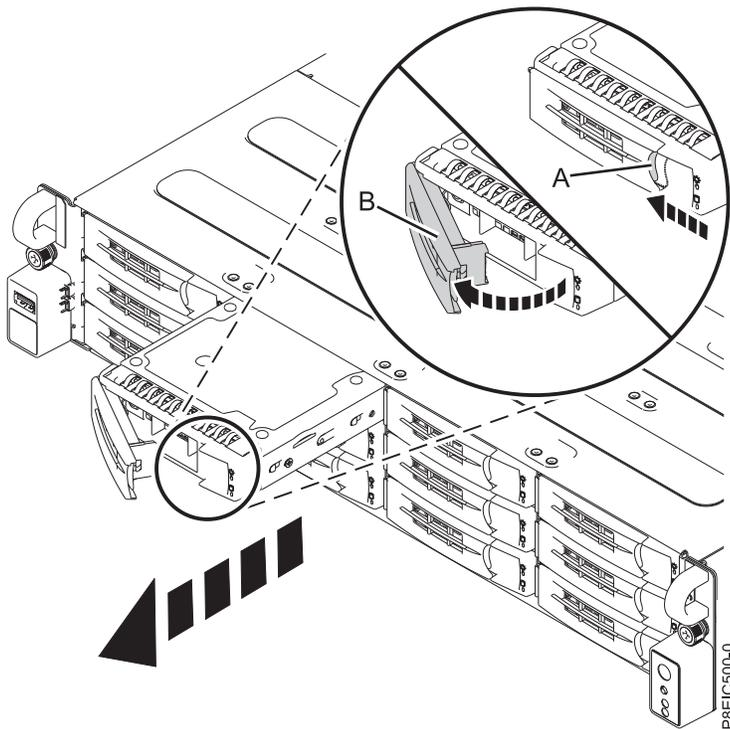

Abbildung 1. Laufwerkhalterung an der Vorderseite ausbauen
4. Entriegeln Sie den Griff für die Laufwerkhalterung an der Rückseite, indem Sie die Griffentriegelung (A) in die abgebildete Richtung drücken. Der Griff (B) schnappt in Ihre Richtung auf. Wenn der Griff nicht vollständig aufspringt, kann die Laufwerkhalterung nicht aus dem System gezogen werden (siehe Abb. 1).